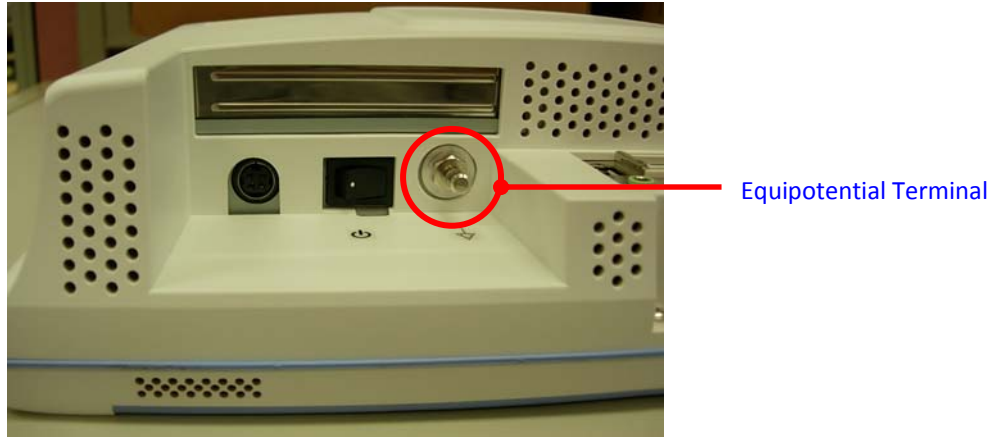

Figure 2-8: POC127 Equipotential Terminal Pin
Step 3. Grounding cable plug with POC127 Equipotential Terminal (See Figure 2-8)